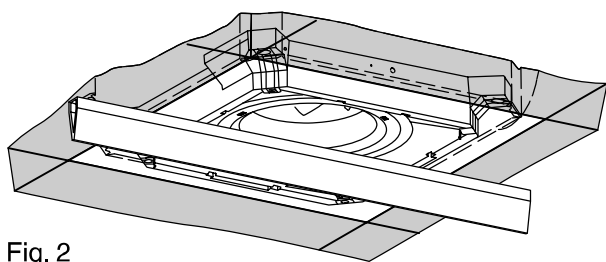

Fig. 2
- Présenter la grille sous le caisson de traitement d'air (Fig. 2)
- Offer up the grid beneath the air conditioning unit housing (Fig. 2)
- Das Gitter unter das Luftaufbereitungsgerät halten (Abb. 2)